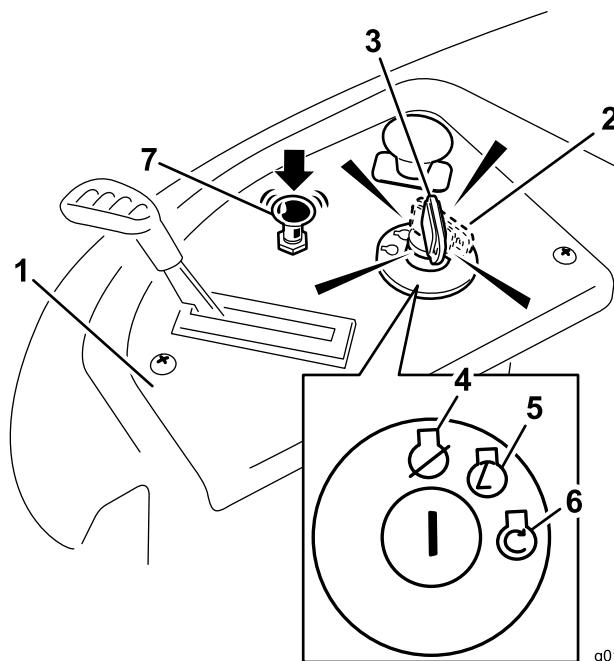

Figura 15
4. Gire la llave de contacto a Arranque para activar el motor de arranque (Figura 15).
5. Después de que el motor arranque, presione hacia abajo el control del estárter (Figura 15).
- Gire la llave de contacto a la posición de Desconectado (Figura 15) y retire la llave.